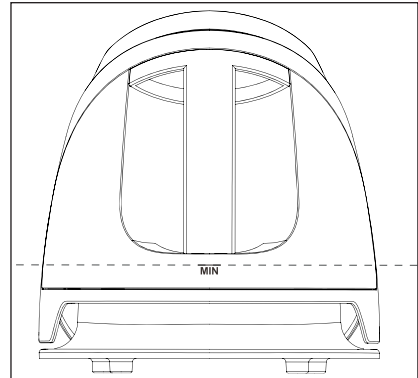

Fig. 1
- Cuando el nivel de llenado del depósito de agua **7** quede por debajo de la marca **MIN** (consulte la fig. 1), el agua dejará de bombearse a la plancha y se detendrá la salida de vapor.